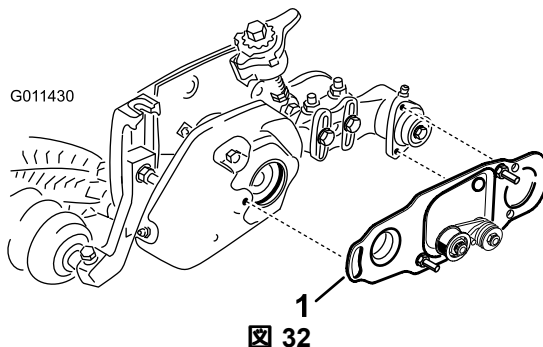

図 32
5. ローラブラシが取り付けられている場合は、ブラシプレート 図 32 がカッティングユニットのサイドプレートに平行で、ゴム製のグロメットに完全にはめ込まれていることを確認する。